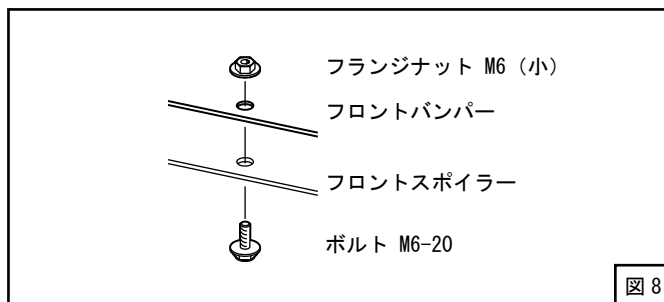

図 8
- (8) (7) で開けた穴にボルト M6-20 とフランジナット M6 (小) を使用してフロントスポイラーをフロントバンパーに固定してください。(図 8)